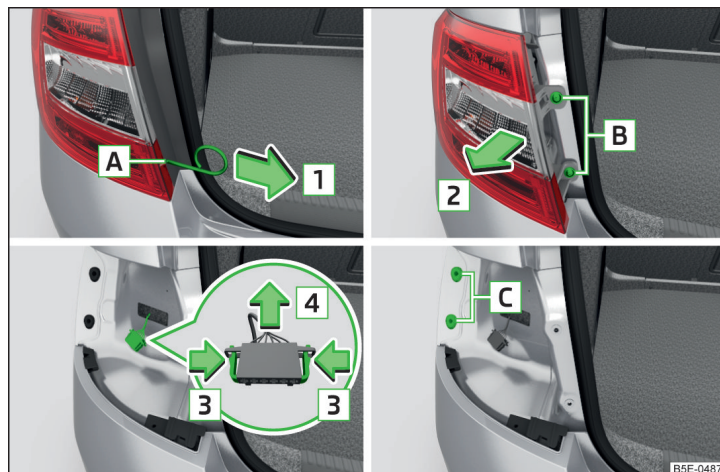
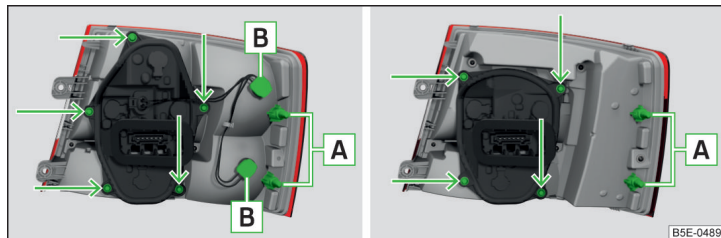

Fig. 243 Demontarea lămpii / scoaterea conectorului
Fig. 244 Partea exterioară a lămpii: Lampa de bază / lampă cu diode cu LED
- În orificiul [A]¹⁾ » fig. 243, introduceți cârligul pentru tragerea capacelor integrale de roată » pagina 214, Trusa de scule.
➤ Introduceți blocul optic, cu proeminențele **A** » fig. 244 la pagina 238, în punctele de fixare **C** » fig. 243 de pe caroserie.
➤ Rotiți soclul de bec **B** » fig. 244 în sens opus acelor de ceasornic și extrageți-l din carcasa blocului optic.
➤ Deșurubați suportul de bec » fig. 244 cu ajutorul șurubelniței din trusa de scule și extrageți suportul de bec din blocul optic.